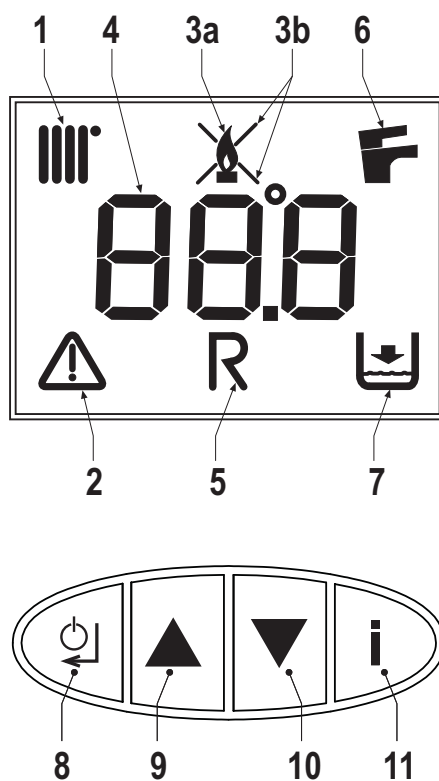

fig. 1 - Panoul de comandă
Cererea de încălzire (generată de Contactul de cerere, Termostatul de cameră sau Cronocomanda la distanță) este indicată de activarea simbolului caloriferului (det. 1 - fig. 1).
Pe afișajul multifuncțional (det. 4 - fig. 1) apare temperatura de la senzorul de încălzire, iar în intervalul de așteptare pentru încălzire apare mesajul "d2".
Cererea de apă caldă menajeră (generată de deschiderea robinetului de apă caldă) este indicată de activarea simbolului robinetului (det. 6 - fig. 1).
Pe afișajul multifuncțional (det. 4 - fig. 1) apare temperatura de la senzorul pentru apa caldă menajeră, iar în intervalul de așteptare pentru apa caldă apare mesajul "d1".
Apăsați pe tasta Pornit/Oprit (det. A - fig.1) timp de 5 secunde.
Când dispozitivul este oprit, cartela electronică mai este încă alimentată cu energie electrică. Este dezactivată funcționarea circuitului de apă caldă menajeră și a circuitului de încălzire. Rămâne activ sistemul antiîngheț. Pentru a porni din nou dispozitivul, apăsați din nou pe tasta Pornit/Oprit (det. A - fig.1) timp de 5 secunde.
Pentru a avea acces la meniul cu setările utilizatorului, trebuie să apăsați pe tasta Info (det. 11 - fig. 1).
Apăsați pe tasta Info (det. 11 - fig. 1) până când este afișat parametrul **u01** din meniul cu setările utilizatorului.
Apăsați pe tasta Enter (det. 8 - fig. 1): este afișată valoarea curentă a parametrului **u01**.
Cu ajutorul tastelor (det. 9 și 10 - fig. 1), modificați temperatura de la un minim de 30°C la un maxim de 85°C.
Apăsați pe tasta Enter (det. 8 - fig. 1) pentru a confirma setarea.
După aceea apăsați pe tasta Info (det. 11 - fig. 1) până când ieșiți din meniu.
Apăsați pe tasta Info (det. 11 - fig. 1) până când este afișat parametrul **u02** din meniul cu setările utilizatorului.
Apăsați pe tasta Enter (det. 8 - fig. 1): este afișată valoarea curentă a parametrului **u02**.
Cu ajutorul tastelor (det. 9 și 10 - fig. 1), modificați temperatura de la un minim de 10°C la un maxim de 65°C.
Apăsați pe tasta Info (det. 11 - fig. 1) până când este afișat parametrul **u03** din meniul cu setările utilizatorului.
Apăsați pe tasta Enter (det. 8 - fig. 1): este afișată valoarea curentă a parametrului **u03**.
Cu ajutorul tastelor (det. 9 și 10 - fig. 1) setați modul Vară (0) sau modul larnă (1).
Apăsați pe tasta Info (det. 11 - fig. 1) până când este afișat parametrul **u04** din meniul cu setările utilizatorului.
Apăsați pe tasta Enter (det. 8 - fig. 1): este afișată valoarea curentă a parametrului **u04**.
Cu ajutorul tastelor (det. 9 și 10 - fig. 1) setați modul Economy (0) sau Comfort (1).
După aceea apăsați pe tasta Info (det. 11 - fig. 1) pentru a ieși din meniu.
Apăsați pe tasta Info (det. 11 - fig. 1) până când este afișat parametrul **u05** din meniul cu setările utilizatorului.
Apăsați pe tasta Enter (det. 8 - fig. 1): este afișată treapta curentă din puterea maximă.
Cu ajutorul tastelor (det. 9 și 10 - fig. 1) pentru a modifica puterea maximă: de la 1 (Treapta minimă) la 5 (Treapta maximă).
Apăsați pe tasta Info (det. 11 - fig. 1) până când este afișat parametrul **u06** din meniul cu setările utilizatorului.
Apăsați pe tasta Enter (det. 8 - fig. 1): este afișată valoarea curentă a parametrului **u06**.
Cu ajutorul tastelor (det. 9 și 10 - fig. 1) modificați modul de funcționare:
Apăsați pe tasta Info (det. 11 - fig. 1) până când este afișată informația **u07** din meniul cu setările utilizatorului.
Apăsați pe tasta Enter (det. 8 - fig. 1): este afișată puterea curentă a arzătorului (Treapta) și starea flăcării.